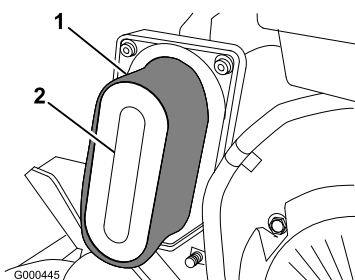

Figura 23
- Se o elemento de esponja se encontrar sujo, deverá retirá-lo do elemento de papel (Figura 23). Limpe bem a esponja.